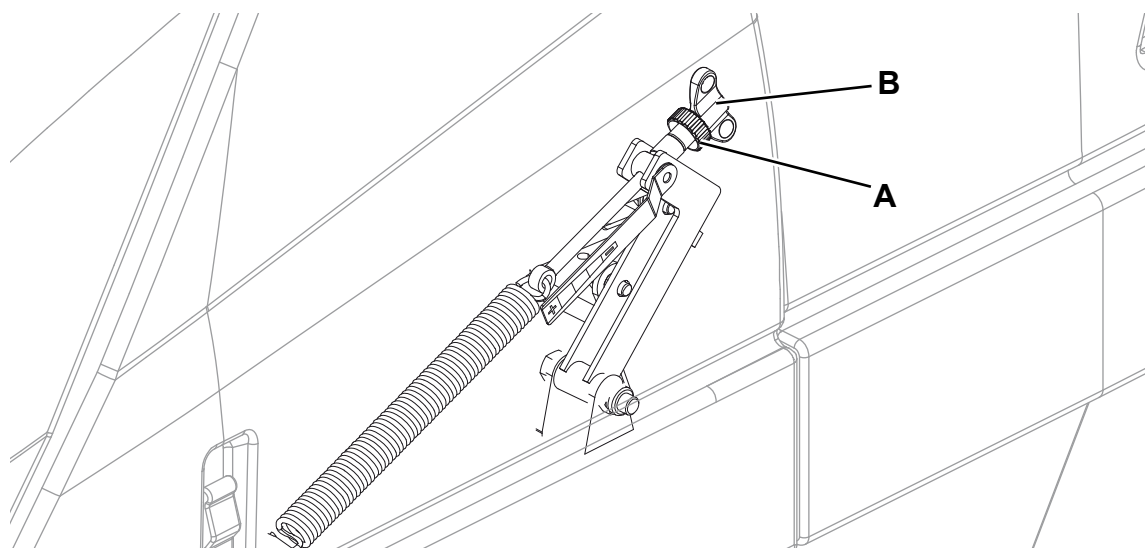

Figure 3
3. Tourner la clé de contact (65) et démarrer la machine.
4. Baisser le balai central au moyen du levier (53) et le laisser tourner pour 1 minute.
7. Pour effectuer le réglage, ouvrir le coffre (1) du compartiment moteur en agissant sur le bouton-poussoir de déblocage (25), desserrer la poignée (A, Fig. 3) et agir sur l'écrou papillon (B) du balai central en considérant que :